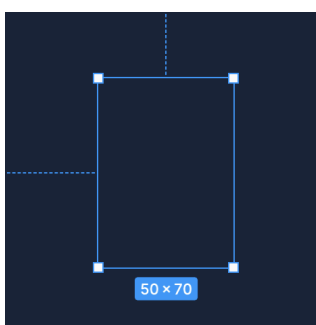

Рис. 3.71. Создание фрейма
1) Создайте новый Frame (F) и задайте ему размер, соответствующий виду датчика. Назовите фрейм в слоях, например, “Pump / Right” (рис. 3.71).